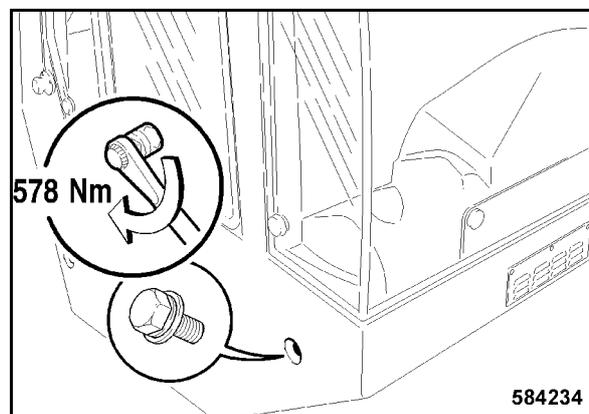

Рис. 219
- Затянуть передние, правые боковые крепежные винты с 578 Нм (Рис. 219).